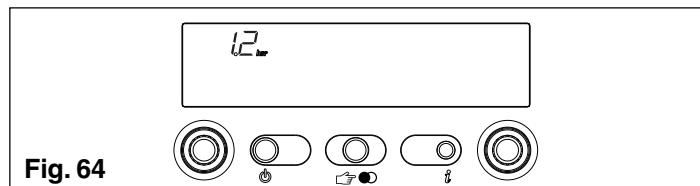

Fig. 64
**Info 2** visualiza a pressão de carregamento da instalação (fig. 64)